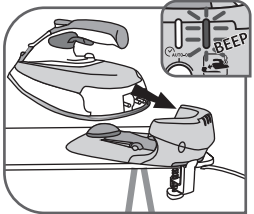

Fig. 14
- Die rote Leuchte blinkt, und es ertönt etwa alle 30 Sek. ein Piepton, wenn das Bügeleisen nicht auf seiner Basis steht: das Bügeleisen muss zum Aufladen auf die Station gestellt werden – fig.14.